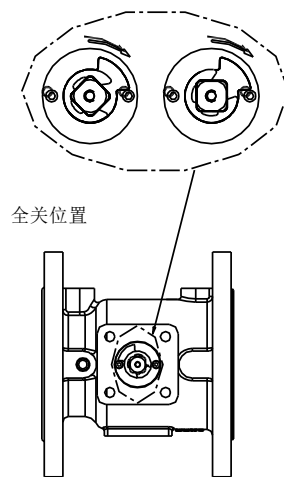

图 3
(1) 如图 3, 用扳手将阀杆顺时针旋转到全关位置(无法转动的位置)。